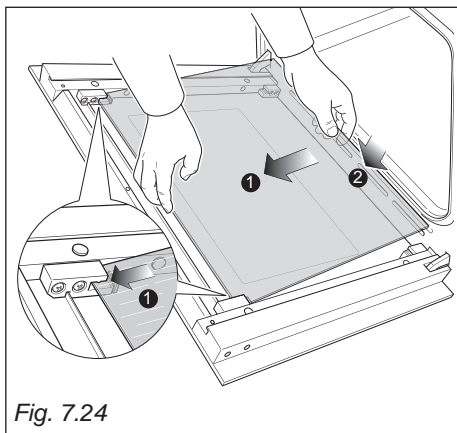
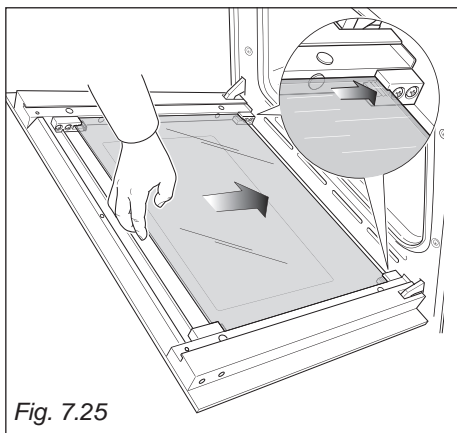

Fig. 7.24
Fig. 7.25
- Insérez en douceur le bord supérieur de la vitre dans les pinces supérieures (flèche 1 sur la fig. 7.24), puis abaissez la vitre et insérez le bord inférieur dans les pinces inférieures (flèche 2 sur la fig. 7.24); ensuite, faites glisser la vitre en position (fig. 7.25).